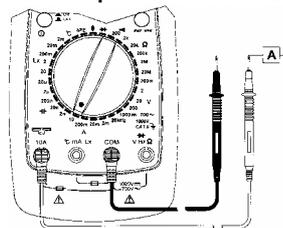

Рисунок 6
- (1) Вставьте штекер черного щупа в гнездо **COM**, а красного в гнездо **10A**.
- (2) Установите поворотный переключатель в положение 10A. Подключите щупы, как показано на рис. 6.
- (3) Если на дисплее Вы увидите только символ "0L", это означает состояние перегрузки.
- (4) Прочитайте на ЖК-дисплее показание результата измерения. Полярность красного щупа будет соответствовать полярности, индицируемой вместе с величиной напряжения.
- (5) Для измерения переменного тока нажмите кнопку ""; для возврата в режим измерения постоянного тока еще раз нажмите кнопку ".